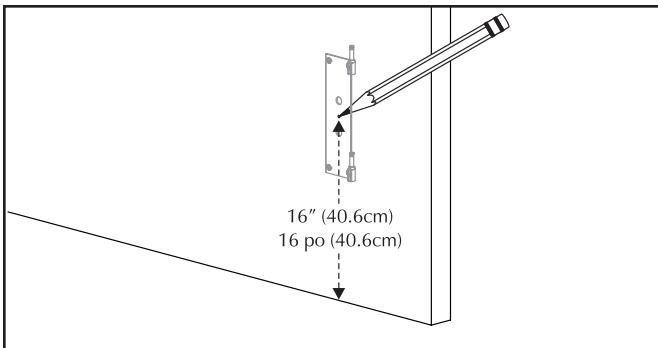

Figure 3. Étape 3
- 3 À l'emplacement d'installation souhaité, tracez un point sur le mur à 16 po (40,6 cm) au-dessus du sol (voir figure 3).